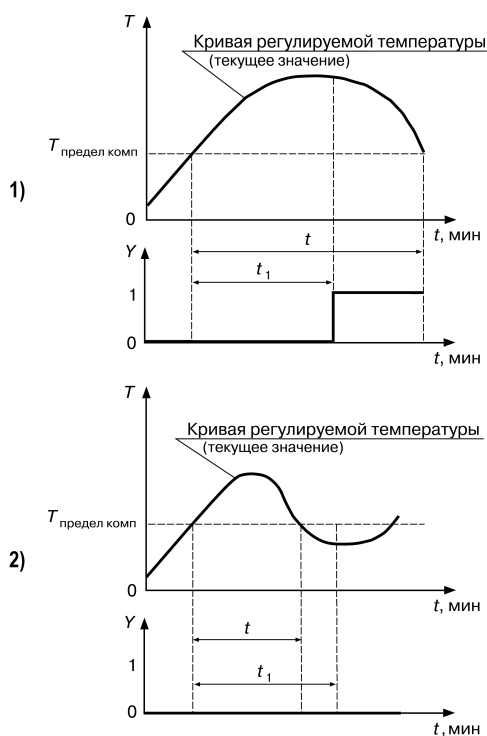

Рисунок 7.21 – Задержка срабатывания компаратора: 1)  $t > t_1$ , компаратор срабатывает 2)  $t < t_1$ , компаратор не срабатывает
- если время нахождения регулируемой величины  $t > t_1$  (времени задержки срабатывания компаратора), то компаратор срабатывает, рисунок 7.21, 1);
- если время нахождения регулируемой величины  $t < t_1$ , то компаратор не срабатывает, рисунок 7.21, 2).